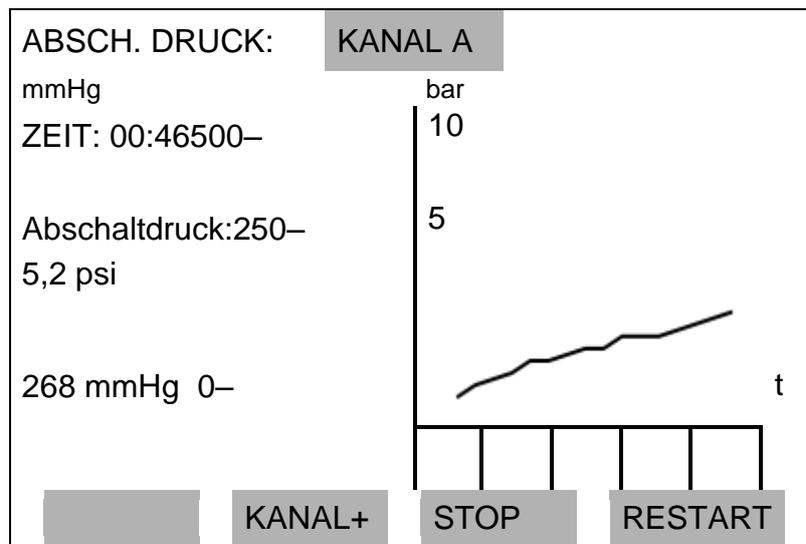

Abb. 4-4: Anzeige für einen Abschaltdrucktest, Kanal A
Die Anzeige für den Abschaltdrucktest erscheint wie in Abb. 4-4 dargestellt.
- Drücken Sie die **STOP** Taste, um den Test anzuhalten und das **PROTOKOLL** des Kanals angezeigt zu bekommen. Wenn die **ABSCH DR** Taste angezeigt wird, drücken Sie diese, um zum Abschaltdruckteil der automatischen Testsequenz zu gelangen. Auf der Abschaltdruckanzeige, Abb. 4-4, gibt es eine **STOP** Taste, um den Test vor dem Ende der eingestellten Zeit der Autosequenz beenden zu können und um die automatische Datenausgabe (wenn aktiviert) zu starten.